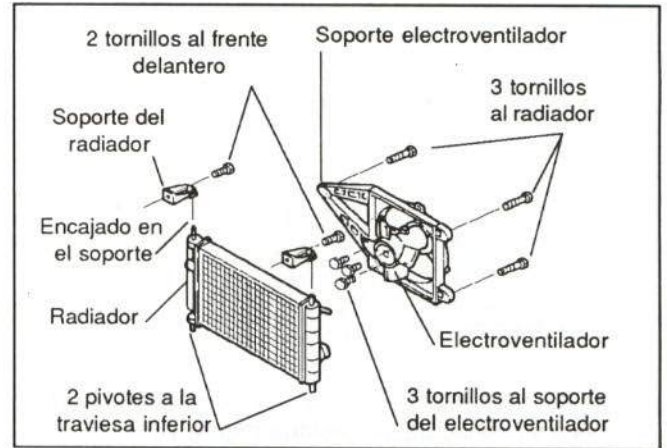

Figura 18.- Unión del radiador
- Retirar el radiador (figura 18)